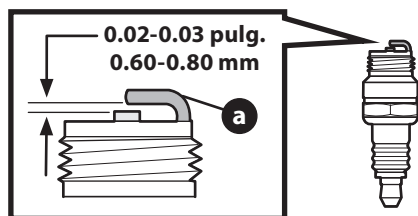

Figura 11
6. Mida la separación de bujía con un calibrador. Corrija de ser necesario torciendo el electrodo lateral (a) (Figura 11). La separación debe establecerse entre 0.020 - 0.03 pulgadas (0.60 - 0.80 mm).